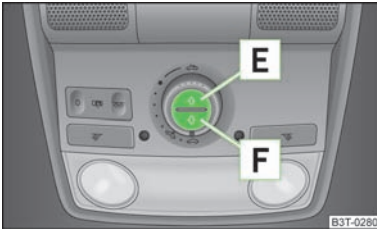

Abb. 30
Das Sonnenschutzrollo kann separat mithilfe der Tasten geschlossen bzw. geöffnet werden » Abb. 30.
- Zum vollständigen Öffnen die Taste **E** » Abb. 30 kurz drücken.
- Zum vollständigen Schließen die Taste **F** » Abb. 30 kurz drücken.
Für das Initialisieren des Sonnenschutzrollos die Taste **[F]** » Abb. 30 für ca. 10 Sekunden drücken.